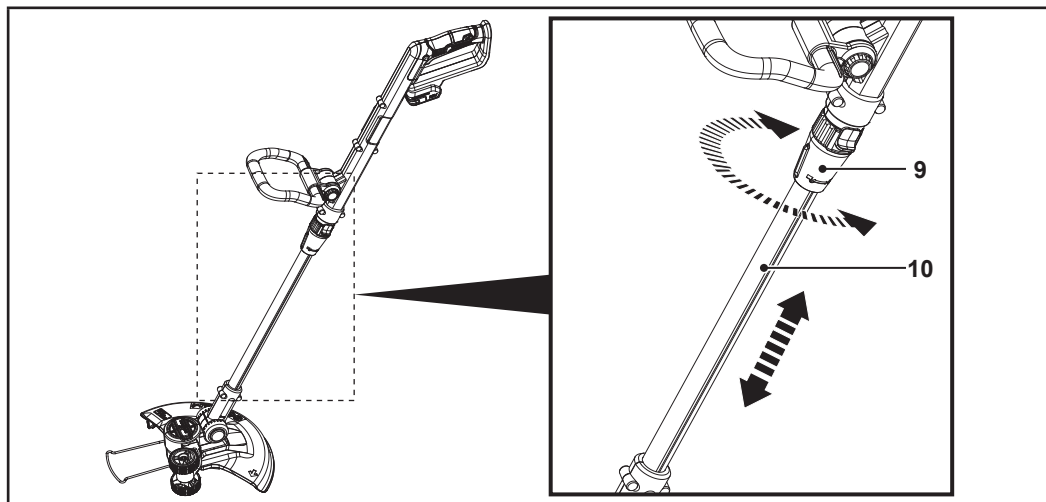

Fig. 6
1. Desserrer le verrou du tube d'extension (9) en le tournant dans le sens de déverrouillage  (Fig. 6).
2. Régler le tube d'extension (10) (Fig. 6).
3. Serrer le verrou du tube d'extension (9) en le tournant dans le sens de verrouillage  (Fig. 6).
4. S'assurer que le tube d'extension (10) est verrouillé.